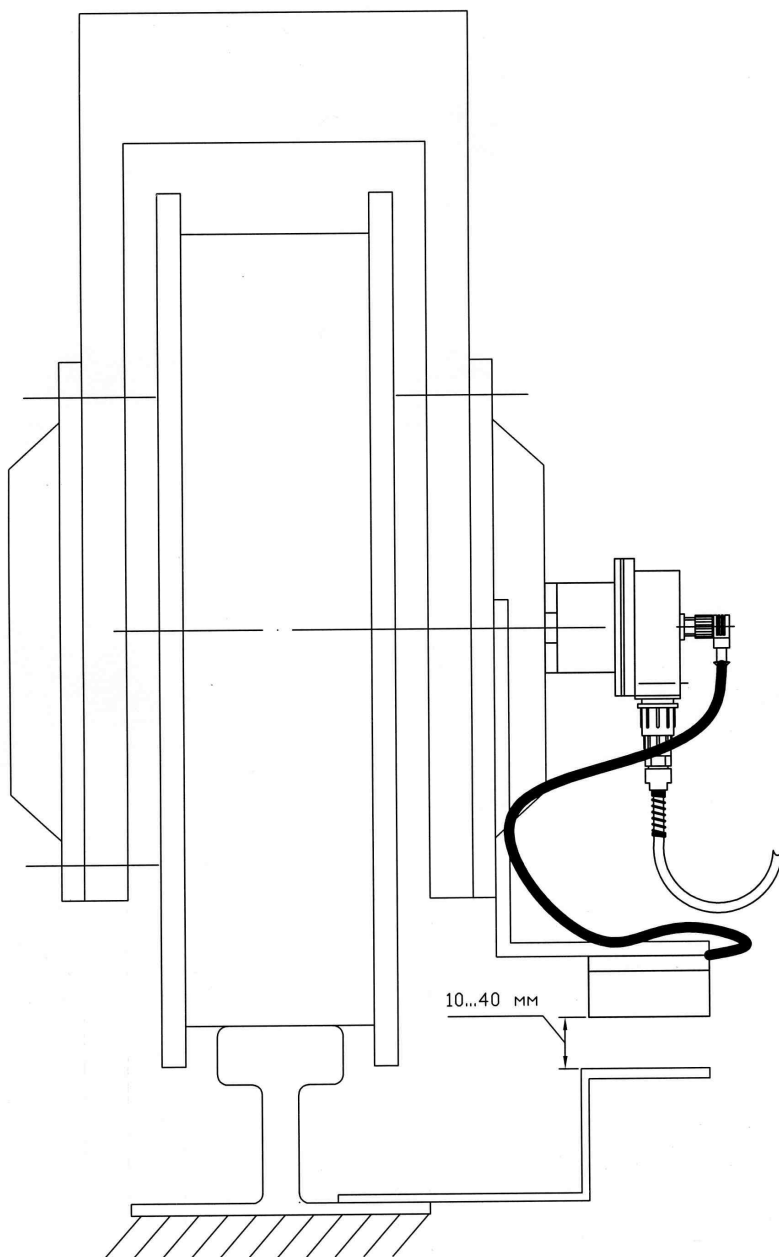

Рисунок 15 – Установка бесконтактного выключателя корректировки пути
При монтаже ось датчика азимута через переходную муфту без дополнительных редукторов необходимо соединить с опорно-поворотным устройством крана (см. рисунок 15).
- с осью барабана грузовой лебедки для датчика высоты (см. рисунок 15 или 18);
- с осью ведомого ходового колеса для датчика пути (см. рисунок 15 или 18).